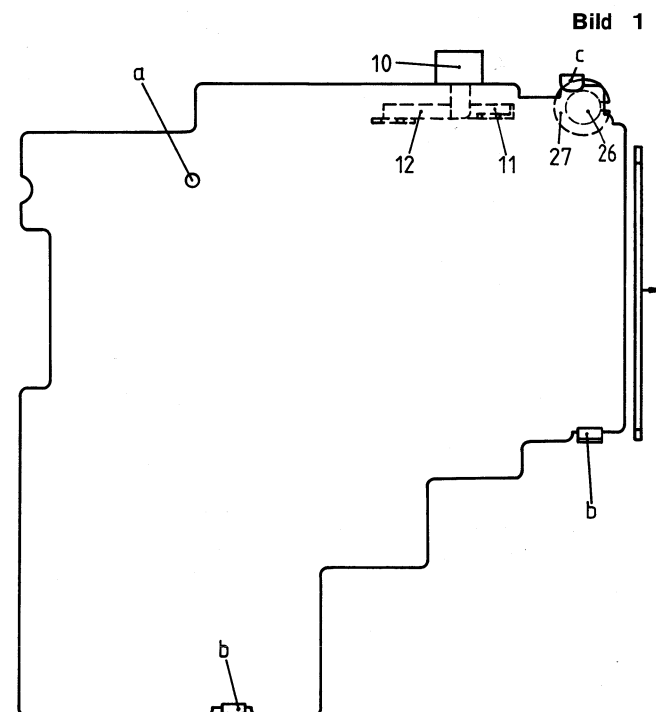

Bild 1
4. Laufwerk ausbauen (Bild 1 u. 2)